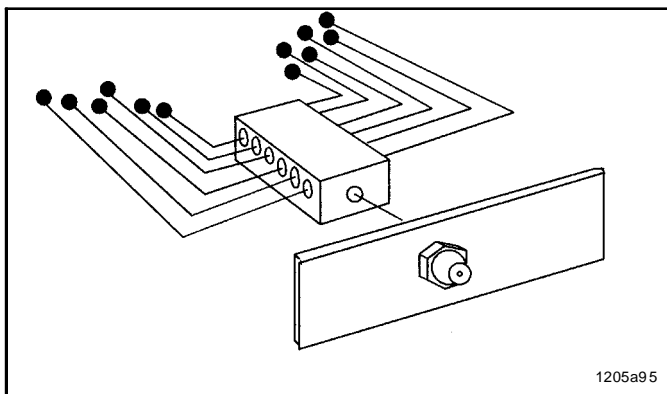

Fig. 12 Punto central de lubricación
- Los distribuidores progresivos Quickclub ofrecen la posibilidad de reducir múltiples puntos de lubricación de una máquina en uno o más puntos centrales de lubricación, así como se muestra en la fig. 12 como concepto de base.